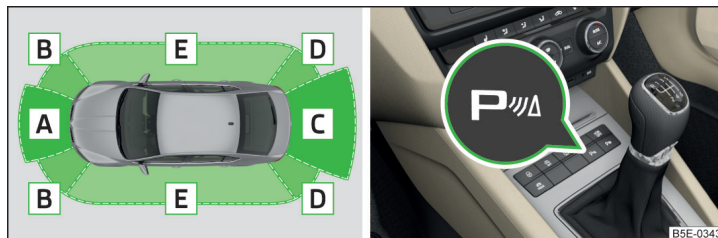

Fig. 138 Zonele supuse sesizării și raza de acțiune a senzorilor / tasta de sistem (varianta 2, 3)
În funcție de dotare, pot exista următoarele variante de sistem » fig. 138.
La autovehiculele cu dispozitiv de tractare montat din fabricație, în regimul de tractare remorcă sunt active numai zonele **A** și **B** » fig. 138 ale sistemului și nu are loc o afișare a carosabilului.
Sistemul se activează automat la cuplarea **treptei marșarier** sau prin apăsarea tastei simbol **P** » fig. 138 la pagina 146.
- Afișarea de pe afișaj poate fi întreruptă prin acționarea tastei simbol » fig. 138 la pagina 146.